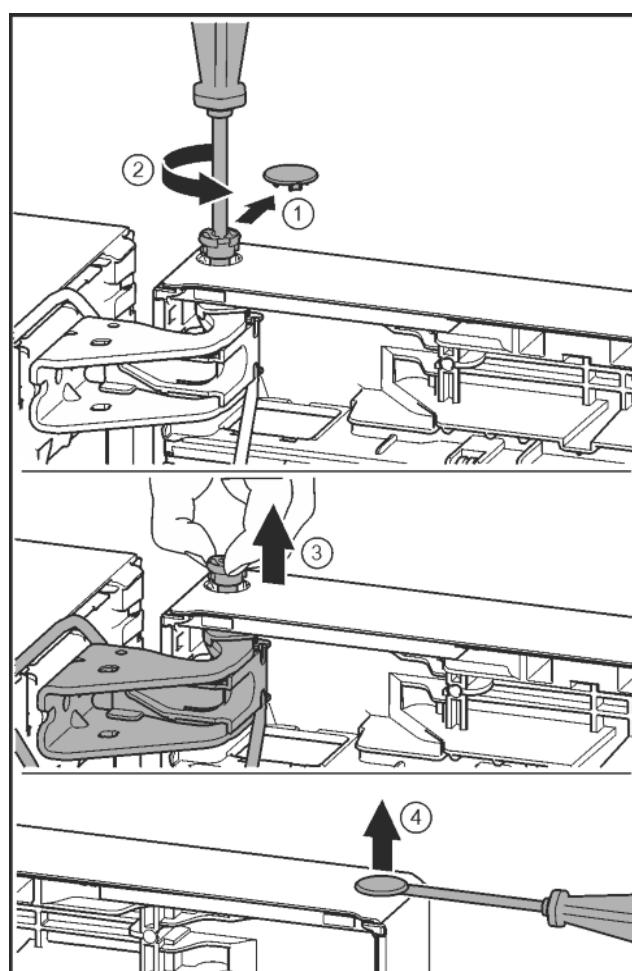

Fig. 21
- ▶ Bezpečnostní kryt opatrně stáhněte. Fig. 21 (1)
- ▶ Šroubovákom T15 o kousek vyšrouubujte čep. Fig. 21 (2)
- ▶ Dveře držte a čep vytáhněte prsty. Fig. 21 (3)
- ▶ Plochým šroubovákom opatrně nadzvedněte zátku z ložiskového pouzdra dveří a vytáhněte ji. Fig. 21 (4)